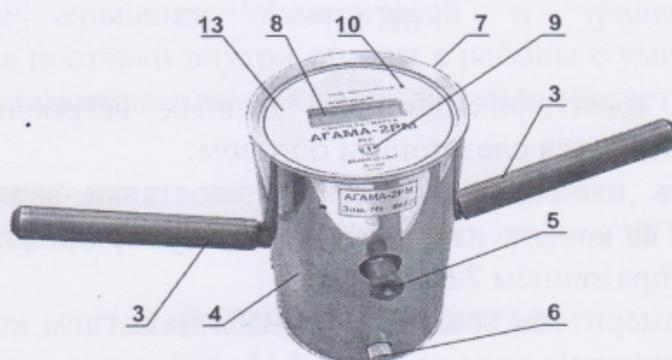
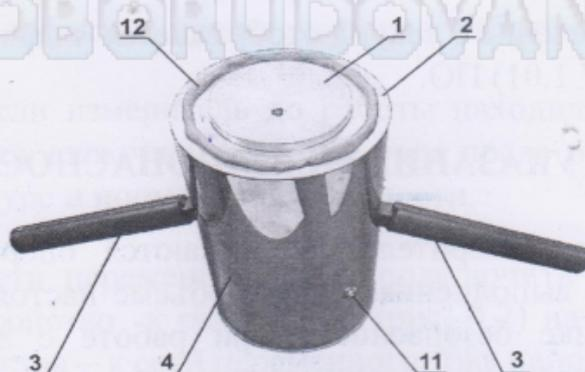

Рис. 4.1.
Рис. 4.2.
4.1 Измеритель АГАМА-2РМ выполнен в виде переносного устройства. Общий вид измерителя приведён на рис. 4.1; 4.2. Измеритель состоит из камеры с поршнем 1, фланца камеры 2 (рис.4.2), бленды 7, размещённых в цилиндрической кожухе 4, и рукояток перемещения поршня 3 (рис.4.1). На кожухе размещён разъем для зарядного устройства 11 (рис.4.2). Через отверстия в кожухе выведены фиксатор 5 и клапан давления 6 (рис.4.1).
4.2 В бленде закреплена лицевая панель 13. На лицевой панели расположены: дисплей 8, кнопка управления измерителем 9 и индикатор заряда аккумуляторов 10 (рис.4.1). На дисплее индицируется состояние работы измерителя, а в конце измерения - цифровые значения результата измерения.
4.3 Для создания разрежения в камере измерителя его устанавливают на изделие через герметизирующую мастику 12 (см. рис. 4.2) и с помощью рукояток поднимают поршень измерителя, в результате чего в полости под поршнем создается разрежение. За счет перепада давлений снаружи и внутри камеры атмосферный воздух фильтруется в ее полость через материал, вследствие чего давление в камере повышается. При этом скорость изменения давления зависит от водонепроницаемости материала.
- подключить входящее в комплект поставки зарядное устройство к разъему 11 (рис. 4.2) на кожухе измерителя, а вилку зарядного устройства – к сети переменного тока напряжением 220 В;
- включить измеритель кратковременным нажатием кнопки управления 9, расположенной на лицевой панели (рис. 4.1), при этом включается подсветка дисплея прибора;
При работе от сети переменного тока подключить входящее в комплект поставки зарядное устройство к разъему 11 (рис. 4.2) на кожухе измерителя, а вилку зарядного устройства – к сети переменного тока напряжением 220 В.
9.7 Приготовить из герметизирующей мастики, входящей в комплект поставки, жгут диаметром не более 6 мм, уложить жгут по средней линии фланца камеры, как показано на рис.4.2, и соединить его концы, удалив излишки. Не допускается касание жгутом поршня.
9.8 Закрыть клапан давления 6 (рис.4.1), вращая колпачок по часовой стрелке до упора.